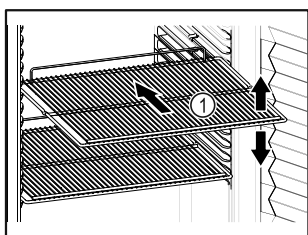

Fig. 20 Näitlik kujutis
- Kui hoiurestid Fig. 20 (1) on teisaldatavad, siis kohandage olenevalt kõrgusest.